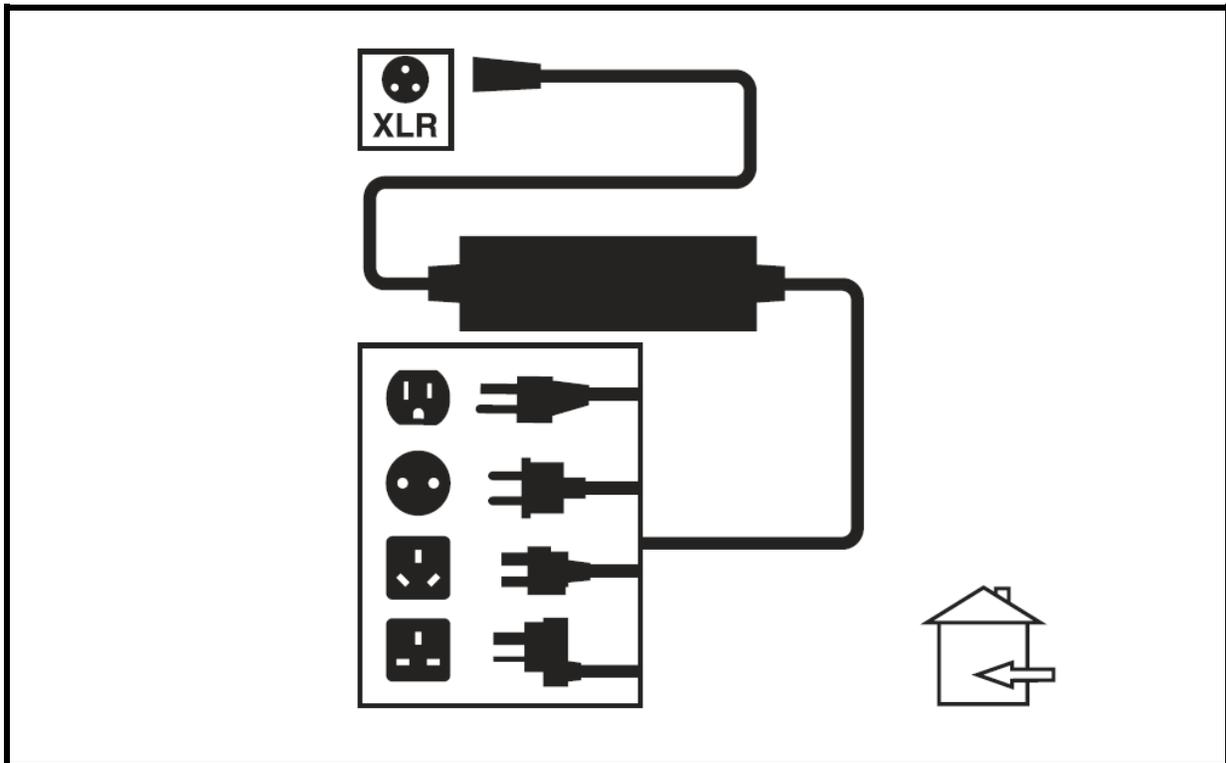

Bild 16. Batterie lädt
3. Stöpseln Sie das externe Ladegerät in die externes-Ladegerät/Programmierungssteckdose an der Steuerung. **Siehe Bild 16.**